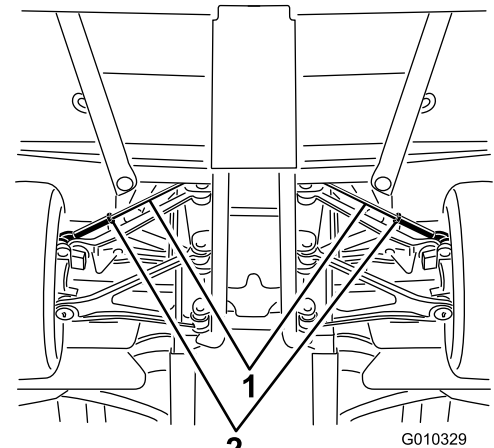

図 60
- A. タイ・ロッドの中心についているジャムナットをゆるめる (図 60)。